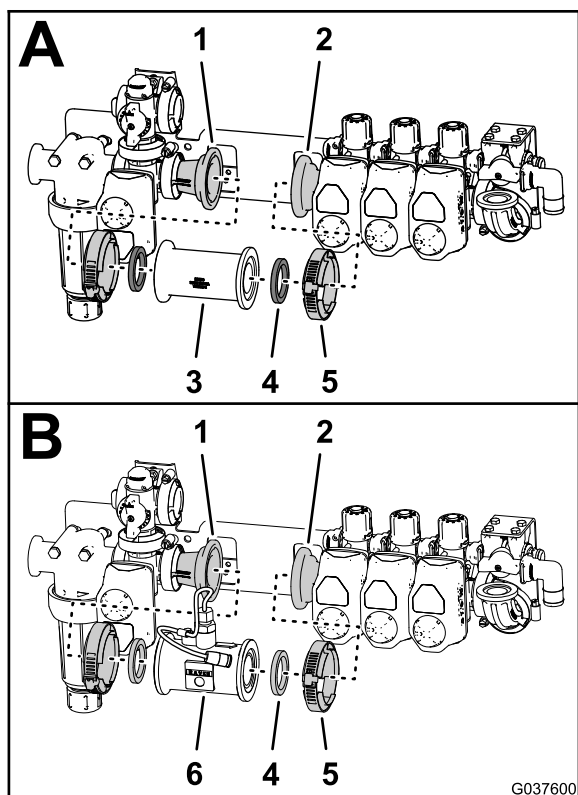

Figure 47
- Retirez les 2 colliers bride qui fixent les 2 joints et le raccord droit aux raccords adaptateurs sur la vanne d'agitation et la vanne de section de rampe gauche (Figure 47).
- Fixez le débitmètre aux raccords adaptateurs à l'aide des 2 colliers bride que vous avez retirés à l'opération 1 (Figure 47).
- Placez les joints et le débitmètre devant les brides des raccords adaptateurs sur la vanne d'agitation et la vanne de section de rampe gauche (Figure 47).